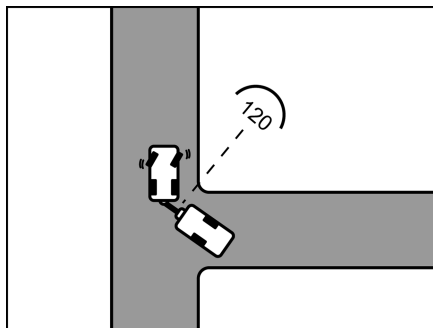

Fig. 11 Manœuvre à effectuer
- Dès que les deux véhicules se trouvent dans un angle de 120° l'un par rapport à l'autre, s'arrêter (Fig. 11).